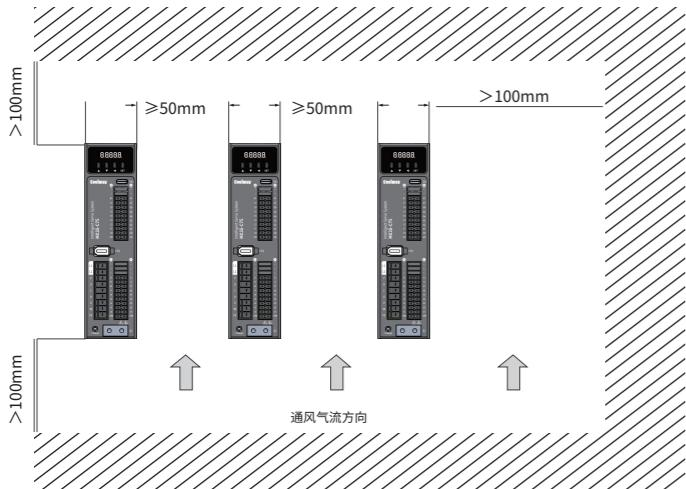

图1 安装间隙
- 安装间隔：驱动器之间以及与其它设备间的安装间隔距离，请参考图1，注意图上标明的是最小尺寸，为保证驱动器的使用性能和寿命，请尽可能地留有充分的安装间隔。